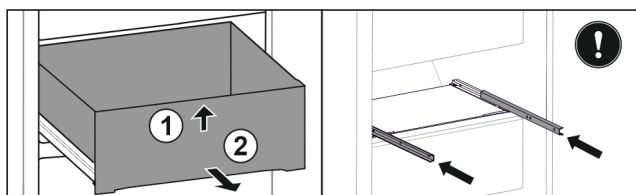

Fig. 125
- ▶ Nadvihnite zásuvku vpredu. Fig. 125 (1)
- ▶ Odoberte zásuvku dopredu. Fig. 125 (2)